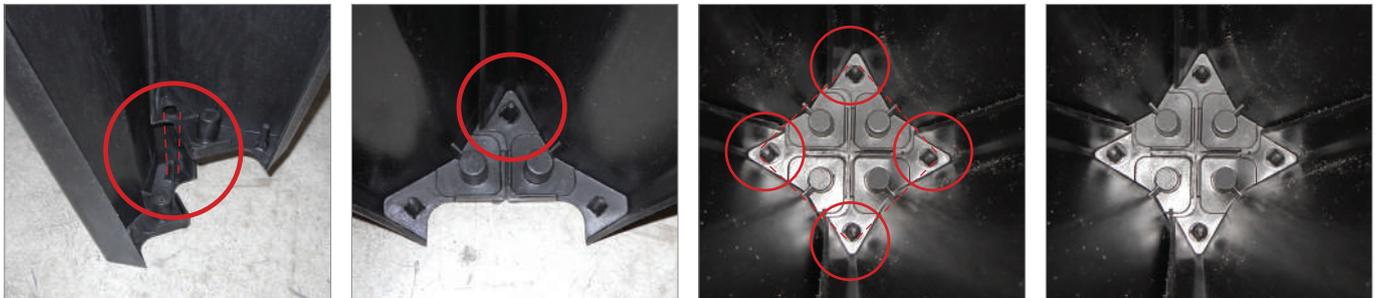

Fig. 3 - Detalle de la fase de encaje del sistema macho-hembra - A destacar el sellado perfecto del pie.
- 3** Al unir en secuencia las piezas cabe prestar atención a encajar perfectamente el elemento de enganche "macho-hembra" situado en la base de las patas de apoyo (véase la secuencia fotográfica - Fig. 3).